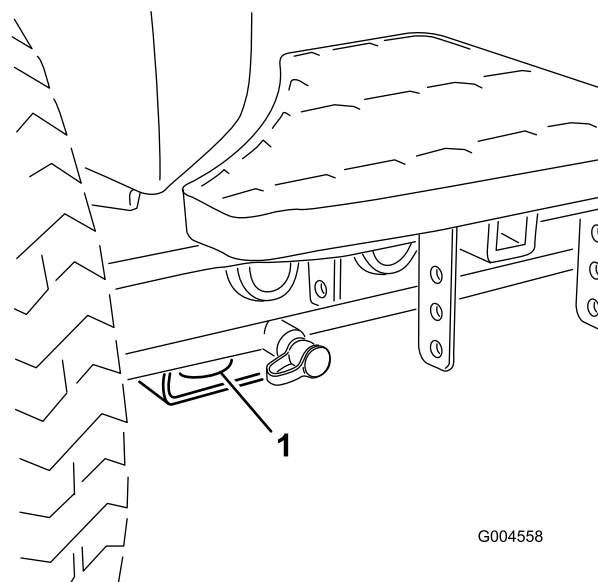
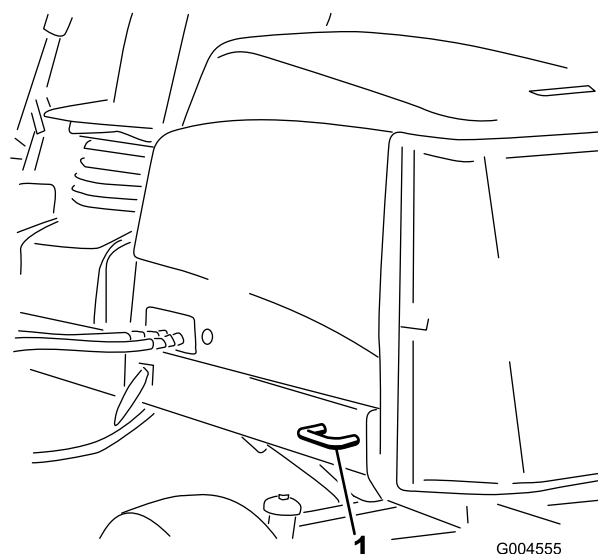

Figura 37
Figura 38
5. Utilizzate gli ancoraggi metallici sulla macchina per fissare saldamente la macchina al rimorchio o all'autocarro per mezzo di cinghie, catene, cavi o corde (Figura 37 e Figura 38).
- Anteriore – Foro nel supporto rettangolare, sotto il tubo dell'assale, all'interno delle ruote anteriori (Figura 37)
- Posteriori – Ogni lato della macchina sul telaio posteriore (Figura 38)